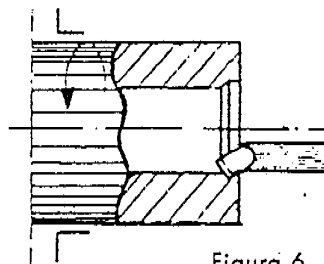

Figura 6
b. Haga un rebaje en el comienzo del agujero, para tomarlo como referencia ( Figura 6 ).